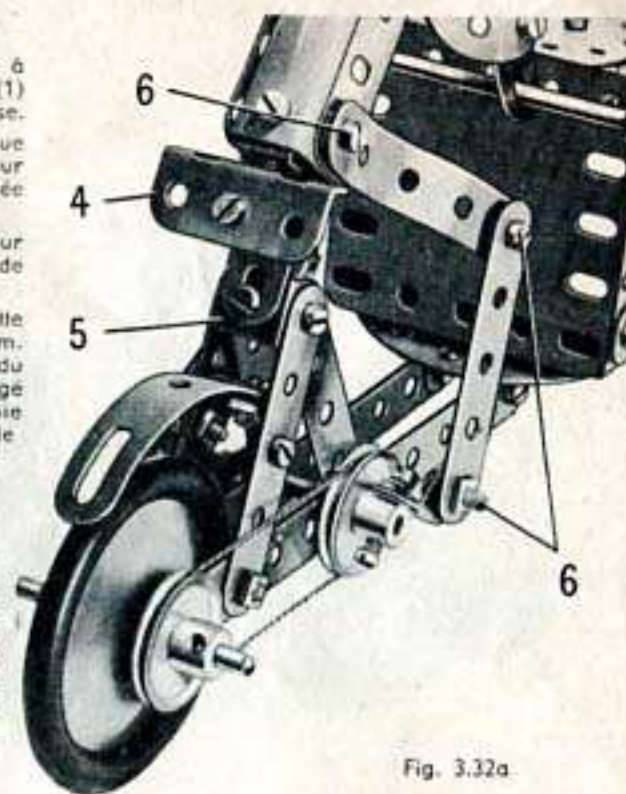

Fig. 3.32a
La roue arrière est fixée sur une tringle de 5 cm. qui porte une poulie de 25 mm. Cette poulie est reliée par une ficelle à une seconde poulie (7) montée sur une tringle de 4 cm. Une équerre boulonnée sur le moyeu de la poulie (7) est fixée sur l'une des jambes du marchand (fig. 3.32a). L'autre jambe est fixée sur une équerre renversée: le trou allongé de cette équerre reçoit un boulon et un écrou ainsi que la tringle de 4 cm.; l'écrou appuie ainsi contre la tringle et bloque l'équerre, de façon à la faire tourner avec la tringle.